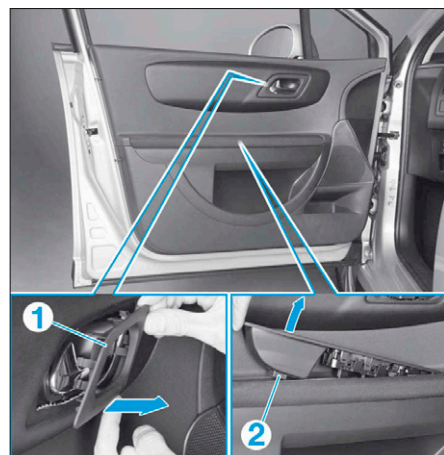

FIG. 42
- Déposer l'encadrement de poignée intérieure (1) (Fig.42).
- Déposer la vis de fixation (2), puis déposer l'ensemble de commande de lève-vitre.